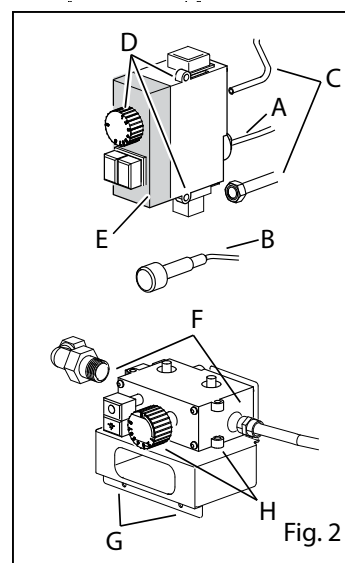
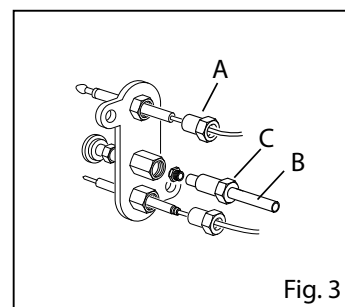

Fig. 2
Fig. 3
- Aprire il rubinetto di intercettazione a monte dell'apparecchiatura (Fig. 2);
- Rimontare la vite con rondella di tenuta gas nell'apposito alloggiamento, aprire il rubinetto di intercettazione a monte dell'apparecchiatura (Fig. 2) e verificare accendendo il bruciatore che non vi siano perdite di gas.
- Smontare se del caso la candelella onde evitare di danneggiarla durante la sostituzione dell'iniettore (Fig. 2).
- Svitare l'iniettore dalla propria sede (Fig. 3).
- Rimuovere la termocoppia dalla valvola (Fig. 2/A) e dal gruppo pilota (Fig. 3/A)
- Staccare il cavo d'alta tensione della candeletta (Fig. 3/B)
- Svitare il dado (Fig. 3/C)
- Collegare il cavo d'alta tensione (Fig. 3/B)
- Staccare il cavo dall'accenditore piezoelettrico (Fig. 2/B)
- Svitare la termocoppia e i collegamenti entrata / uscita gas (Fig. 2/A+C)
- Rimuovere la manopola e le viti di fissaggio della valvola (Fig. 2/D)
- Asportare la copertura di plastica (Fig. 2/E)
- Svitare la termocoppia e i collegamenti entrata / uscita gas (Fig. 2/F)
- Svitare il supporto e la valvola (Fig. 2/G)
- Rimuovere la manopola e il supporto valvola (Fig. 2/H)